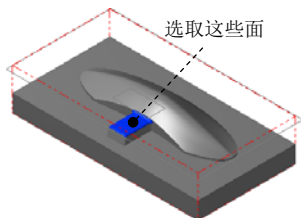

图 9.28 选取加工面
Step1. 选择加工方法选择下拉菜单 **刀具路径 (T)** → **曲面精加工 (F)** → **精加工浅平面加工 (S)...** 命令。
(1) 在图形区中选取图 9.28 所示的面（共 11 个），然后按 Enter 键，系统弹出“刀具路径的曲面选取”对话框。